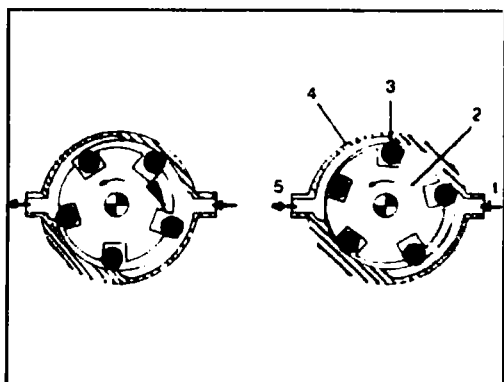
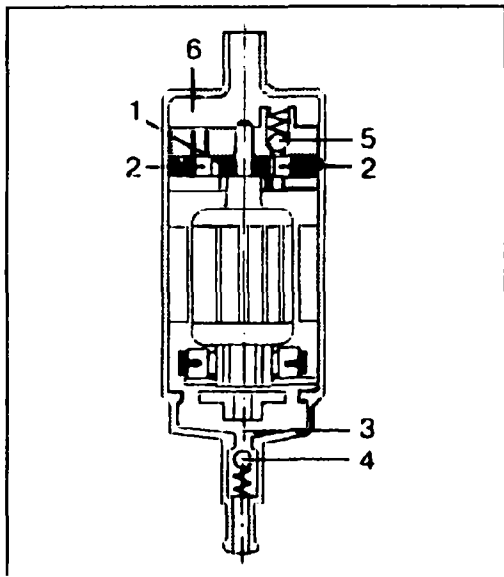

Рис. 4.21 Принцип действия топливного насоса
Рис. 4.22 Устройство топливного насоса — типовой конструкции
Роликово-камерный топливный насос погружного типа, совмещен с датчиком уровня топлива с электроприводом и возбуждением от постоянных магнитов (см рис. 4.22), подает топливо из бака к фильтру под давлением около 2,5 бар (0,25 МПа). В корпусе насоса находится эксцентриковый дисковый ротор (2) (см. рис. 4.21).
Топливо поступает в пустые камеры и сжимается в топливопроводах (см. рис. 4.22). Возвратный клапан (4) предотвращает возврат топлива в топливный бак, когда двигатель выключен.